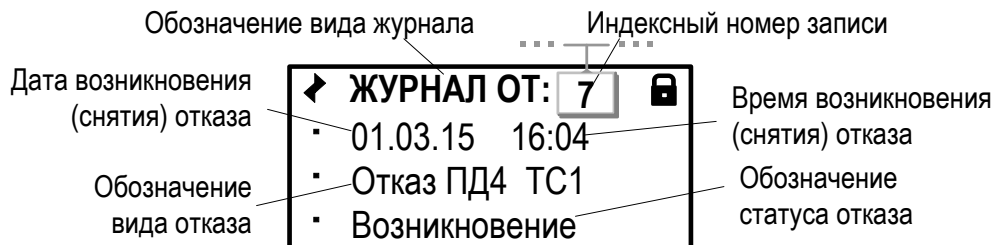

Рис.44. Вид окна индикации «Журнала отказов датчиков».
8.3.3. **Журнал Отк. датч. и Журнал НС** имеют одинаковую структуру (рис.44).